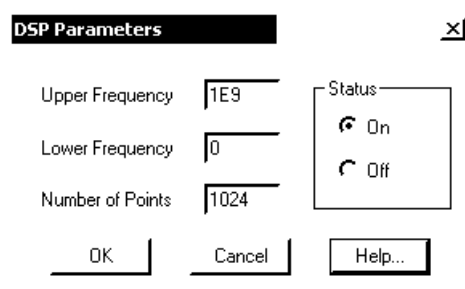

Рис. 4.9. Окно задания диапазона частот для расчета преобразования Фурье
**Watch (Ctrl+W)** — одновременный просмотр схемы, результатов моделирования и текстовых выражений в трех окнах (см. рис. 4.9);
**DSP parameters** — открытие диалогового окна DSP (Digital Signal Processing — цифровая обработка сигналов), в котором задаются границы интервала частот для расчета преобразования Фурье (Upper Frequency, Lower Frequency) и количество отсчетов Number of Points (должно быть в точности равно степени числа 2 в интервале от 64 до 8192), рис. 4.9. Заданные значения принимаются во внимание, если в графе Status нажать кнопку On. Расчет импульсных характеристик путем обратного преобразования Фурье комплексных коэффициентов передачи иллюстрируется примером FFT4 из каталога Analysis\AC. Следует отметить, что возможность задания параметров в окне DSP parameters на практике почти никогда не используется, все необходимые параметры можно задать в окне AC Analysis Limits (см. пример FFT4);